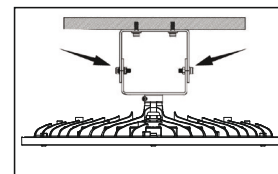
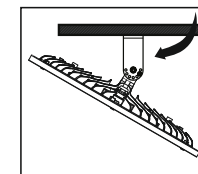

Рис. 4
Рис. 5
- 1.2.4 Извлеките боковые винты из кронштейна (рис. 4), произведите регулировку осветительного прибора на необходимый угол (рис. 5), установите винты и надежно затяните их.